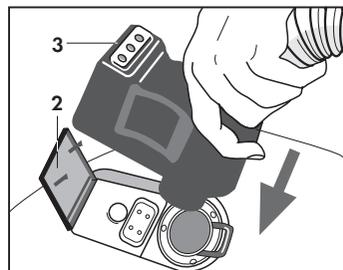

Fig. 7
- Aprire completamente lo sportello (2) della presa accessori (D) ed inserire l'attacco rapido (3) del tubo flessibile (o del ferro da stiro) nella presa posta sulla parte anteriore dell'apparecchio, premendo a fondo (**Fig. 7**)
- Potete inserire l'attacco rapido (3) come sopra descritto per le figure 7 e 8, nella presa posteriore di soffiaggio (O) dopo aver rimosso il silenziatore (P). Da questa presa non é possibile erogare vapore.
- Attendere che la caldaia raggiunga la pressione di esercizio. Quando la spia verde (L) si accende, l'apparecchio é pronto per l'uso.